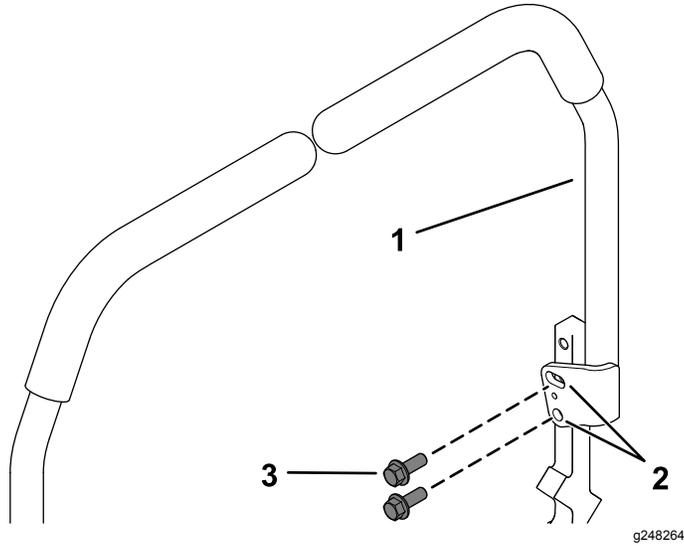

Figura 3
- Para aumentar la altura de las palancas en 2.5 cm (1"), instale los 2 pernos en el juego de taladros inferior (Figura 3).